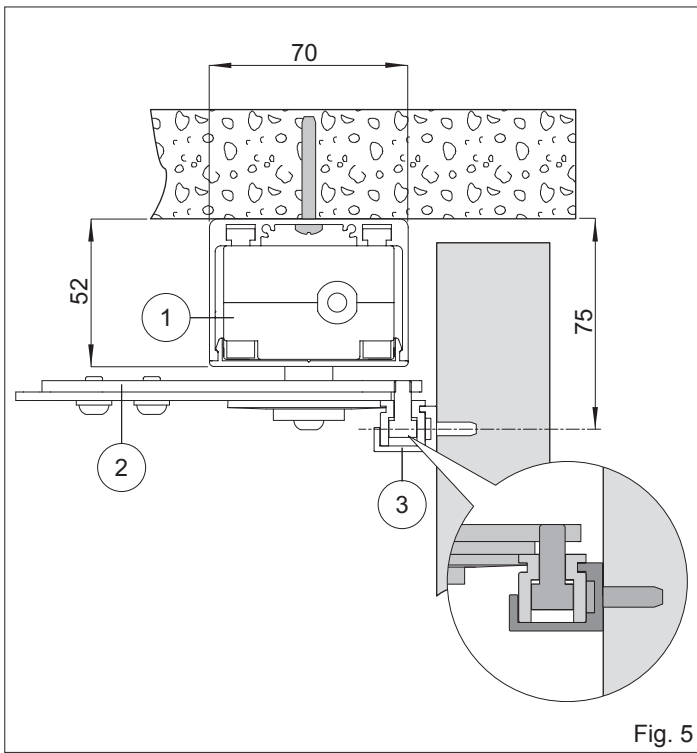

Fig. 5
- Das Profil [5] mit dem Maß L-10 schneiden und lochen, wie in Abb. 5 gezeigt.